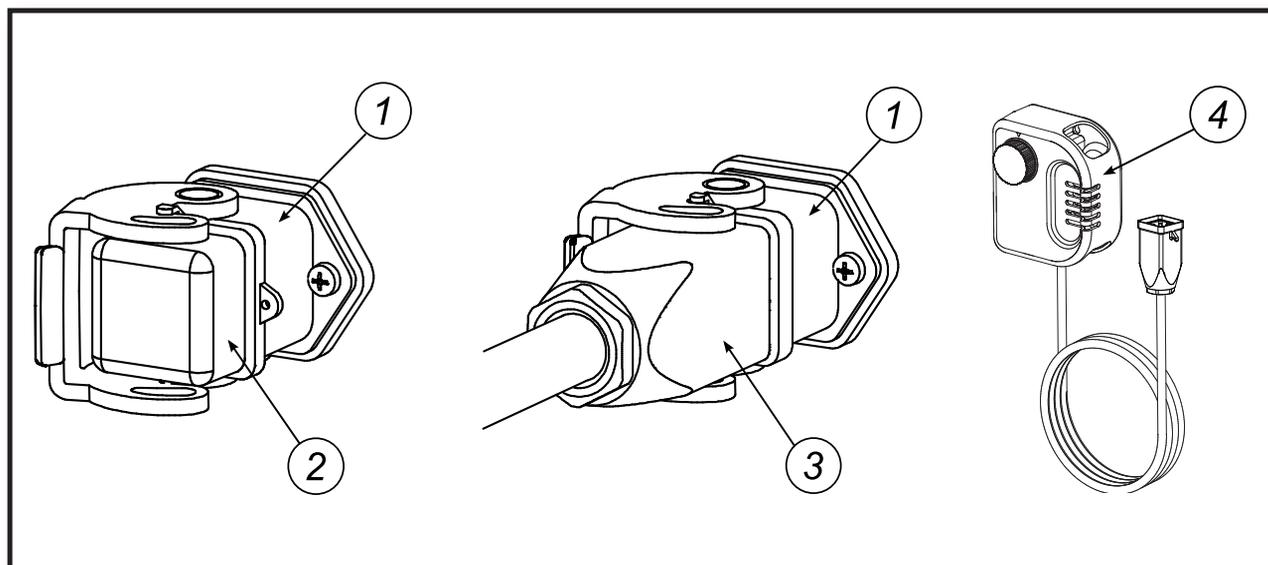

Fig. 6
▶▶ 6. РАБОТА СО ШЛАНГОМ, РАСПРЕДЕЛЯЮЩИМ ТЕПЛЫЙ ВОЗДУХ (рис. 6)
- ▶ Подключить вилку к мостиковой цепи 2 рис. 6 в гнездо
- ▶ Вынуть вилку мостиковой цепи 2 рис. 6
- ▶ Подключить вилку термостата 3 к гнезду термостата 1, рис. 6
- ▶ Термостат 4 рис.6 не может находиться непосредственно в струе горячего воздуха, выходящего из нагревателя. Термостат должен находиться в обогреваемом помещении.